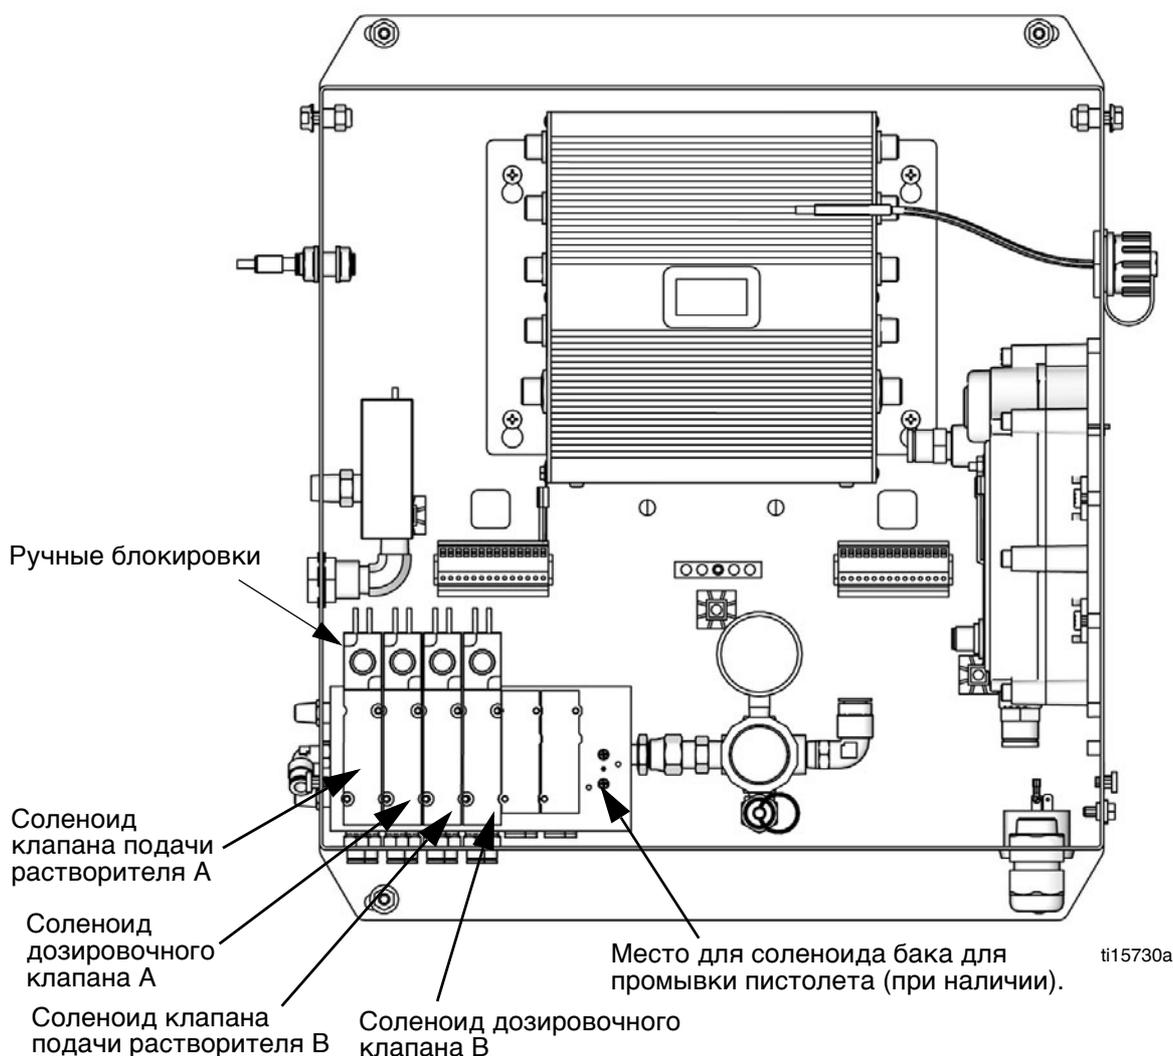

Рис. 20. Соленоидные клапаны в блоке управления
7. Снимите крышку блока управления, чтобы получить доступ к соленоидным клапанам. См. Рис. 20.
- При нажатом спуске пистолета установите ручную блокировку на соленоидах клапанов дозировки и подачи растворителя А и В, чтобы сбросить давление. См. Рис. 20. Удостоверьтесь, что давление жидкости упало до 0.